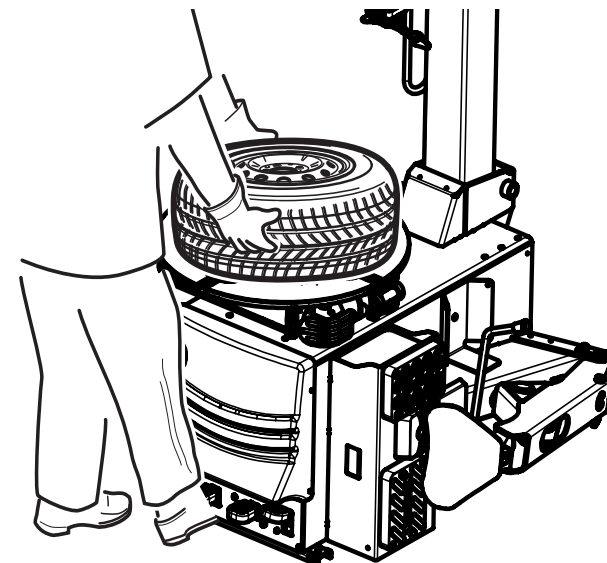

fig.44
- sollevare il pneumatico verso l'alto con entrambe le mani, permettendo all'aria (che fuori esce dai fori delle corsie) di "entrare" fra cerchio e pneumatico (fig.44)
- spingere il pedale di gonfiaggio (L) fino a fine corsa, per ottenere la fuoriuscita dell'aria dalle corsie e, allo stesso tempo, rilasciare il pneumatico per consentire l'**intallamento**.
N.B.: qualora il pneumatico non si "intalloni" ripetere scrupolosamente le operazioni suddette. Una volta intallonato il pneumatico, continuare l'operazione di gonfiaggio,premendo il pedale di gonfiaggio (L) nella posizione intermedia, fino a raggiungere la pressione desiderata.
- Raise the tyre with both hands to allow the air (which comes out of the tracks) to get between rim and tyre (fig.44).
- Press the inflation pedal (L) completely down to obtain the air output frothe tracks. At the same time release the tyre to allow the **beading in**.
N.B.: Whenever the tyre does not bead in, repeat all the stages in the above sequence. When the tyre is beaded in, continue inflation by pressing the pedal (L) in the intermediate position until the desired pressure is reached.
- soulever des deux mains le pneu vers le haut, permettant à l'air (qui sort des orifices de la voie de "pénétrer" entre la jante et le pneu (fig.44).
- presser sur la pédale de gonflage (L) jusqu'à la fin de la course, pour permettre la sortie de l'air des voies et en même temps, libérer le pneu pour en permettre l'**intalonnement**.
N.B. Au cas où le pneu ne "s'intalonnerait pas" répéter soigneusement les susdites opérations. Après avoir intalonné le pneu, continuer l'opération de gonflage en pressant sur la pédale de gonflage (L) dans la position intermédiaire, jusqu'à atteindre la pression désirée.
- den Reifen mit beiden Händen hochheben, damit so die Luft (die aus den Öffnungen der Gänge austritt) zwischen Felgen und Reifen "eindringen" kann (Abb. 44);
- das Aufpumpedal (L) bis Umlaufende betätigen, damit die Luft aus den Gängen ausströmt und gleichzeitig den **Reifen herunterlassen**, um so die Einwulstung zu ermöglichen.
- Levante el neumático hacia arriba con ambas manos, consentiendo al aire (que sale por los orificios de los recorridos) de entrar entre llanta y neumático (fig. 44)
- Apriete el pedal de hinchamiento (L) hasta el tope del recorrido, para obtener la salida del aire de los recorridos y contemporáneamente relaje el neumático para consentir su **talonamiento**.